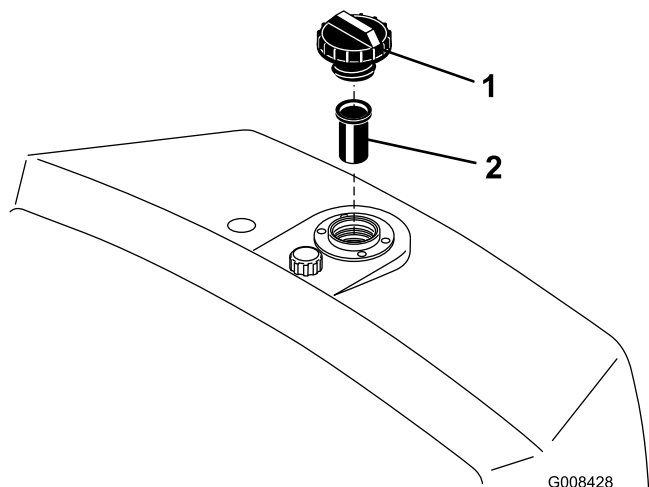

Figura 33
2. Retire el tapón del depósito y verifique el nivel de aceite. El nivel de líquido debe llegar a la parte inferior del filtro de malla del cuello de llenado (Figura 33).